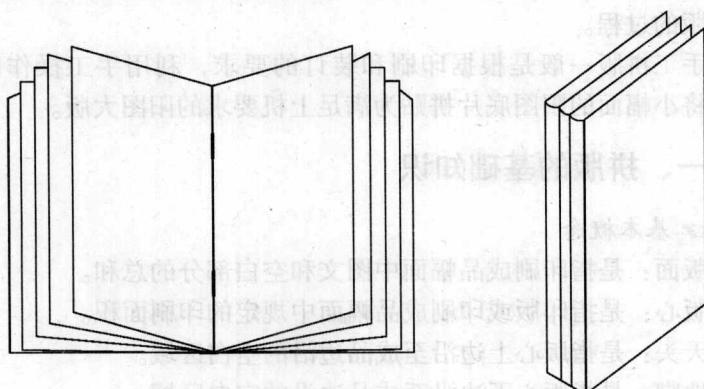

图 1-1 平订示意图
**平订：**装订时将各个书帖平行叠加在一起的一种装订方式（如图 1-1）。